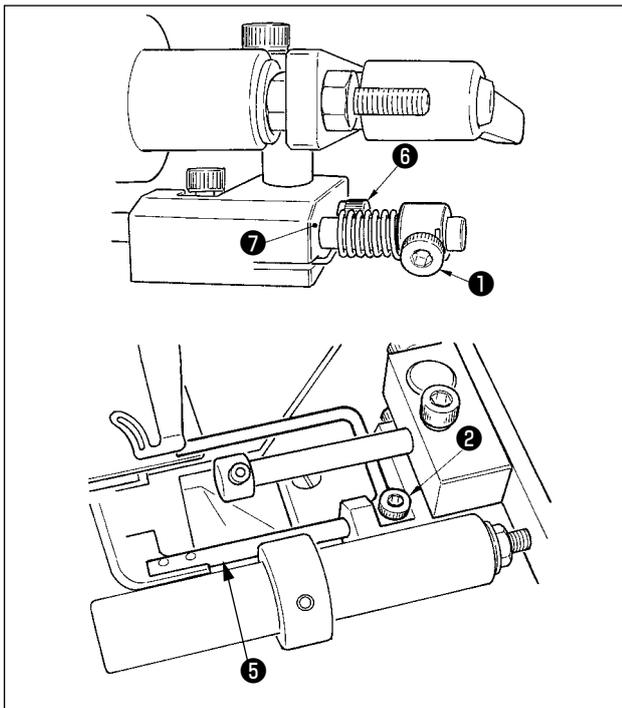

Abb.1
Die Schrauben ① und ② lösen, und die Drückerstange ⑤ so einstellen, dass der Abstand zwischen dem Stoffdrücker ③ und dem Messer ④ 0,5 mm beträgt. Dann die Schrauben ① und ② anziehen. (Abb. 1)